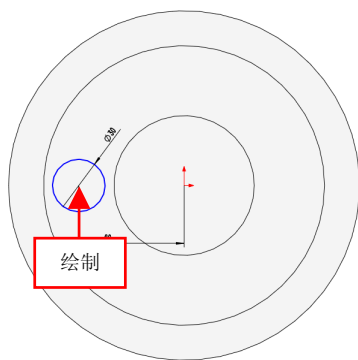

图 14-25 绘制圆对象
(2) 进入草图的绘制环境，在合适的位置处，绘制一个半径为 15 的圆，如图 14-25 所示。